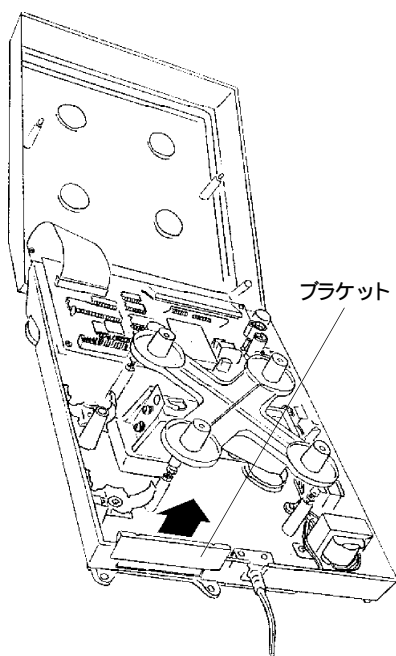

図 11 ブラケットの取り外し
- (1)電源プラグをコンセントから抜いてください。
- (2)皿、皿受けを取り外し2本のケース取付ネジをゆるめてケースを図のように前方向に倒します。
- (3)図 11のように本体背面にはまっているブラケットを上方向に引き抜きます。
- (4)インターフェイス基板を基板の部品面が下側になるように2本のネジで取り付けます。